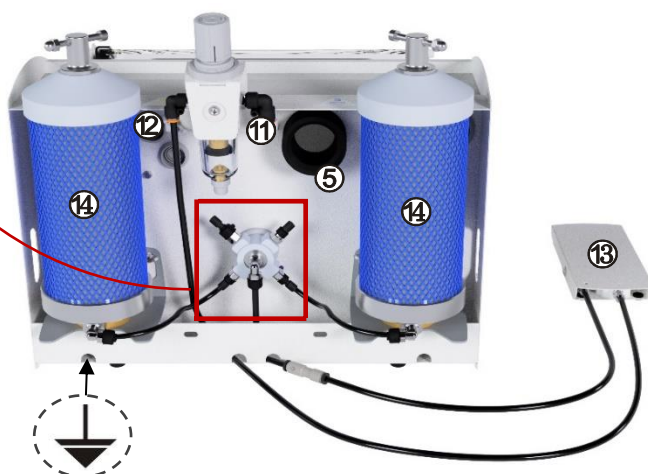

Рис.1
5.1 Основные конструктивные элементы (рис.1)